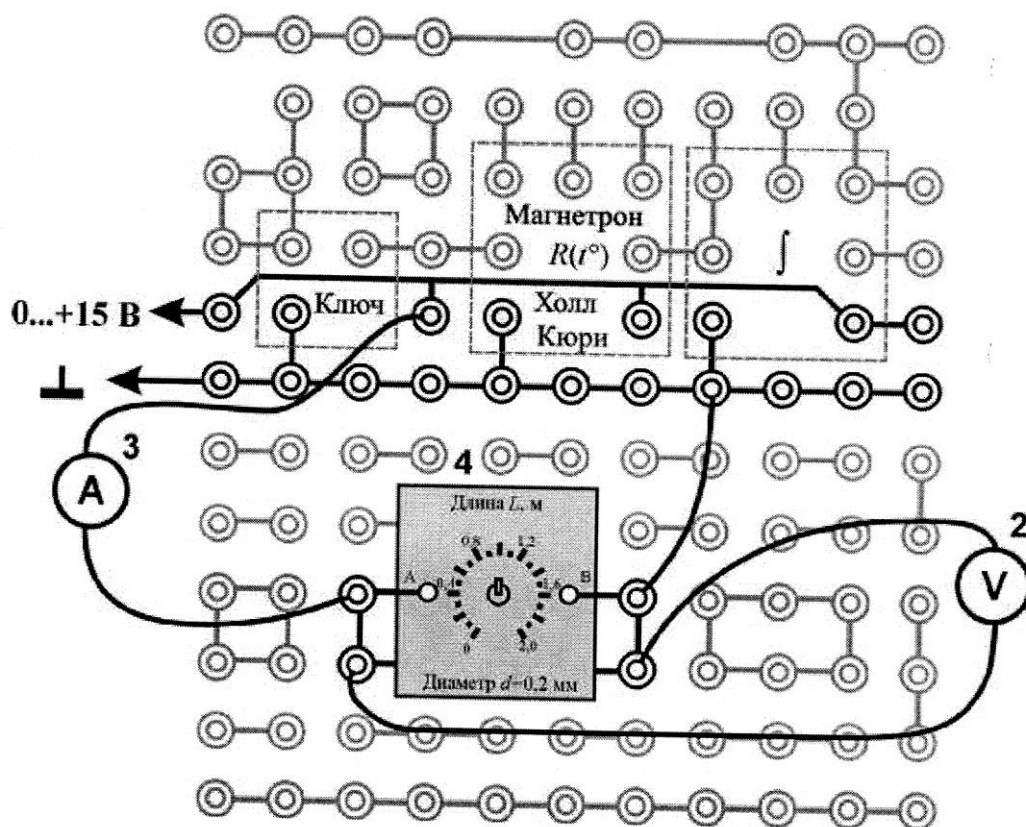

Рис. 3.5. Монтажная схема измерения сопротивлений методом амперметра и вольтметра: обозначения 2, 3, 4 – см. на рис. 3.1
Монтажные схемы технического и мостового методов измерения сопротивления показаны на рис. 3.5 и 3.6.
2. Собрать электрическую цепь по монтажной схеме, приведённой на рис. 3.5.